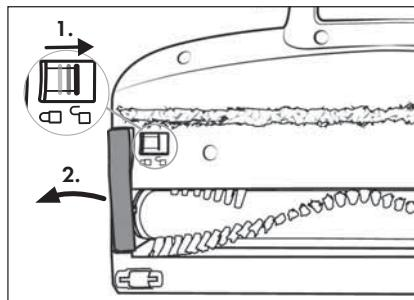

Fig. 24
- Nettoyez régulièrement le rouleau brosse ⑩ afin de garantir un fonctionnement conforme de l'appareil et d'éviter les pannes.
- 1) Retirez la brosse de sol ⑪ du tube d'aspiration ⑫ ou de l'appareil (voir chapitre **Démontage de l'appareil**). Retournez la brosse de sol ⑪.
- 2) Déverrouillez le rouleau brosse ⑩ en faisant glisser le dispositif de déverrouillage du rouleau brosse ⑯ avec le doigt vers le symbole ⑮ (ouvert). Retirez alors le support pour rouleau brosse ⑯ de la brosse de sol ⑪ (voir fig. 24).